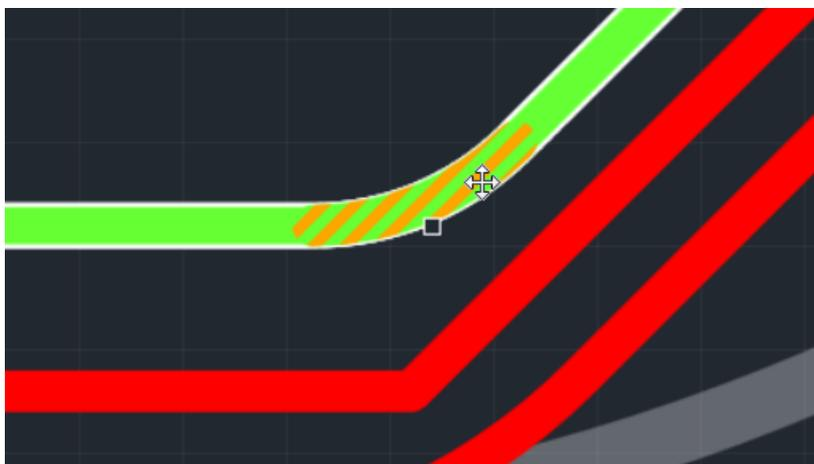

Рис. 10 Выбор вершины
1. Выберите вершину, см. Рис. 10.